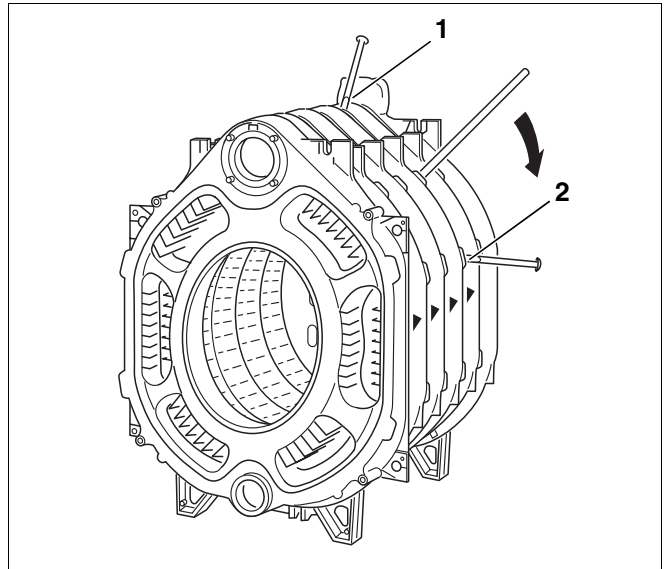

Рис. 22 Разъединение секций котла
- Вставив (забив) клинья или зубило сверху и снизу между секциями в предусмотренных местах (рис. 22, **поз. 1 и 2**), разобрать котел в месте утечки.